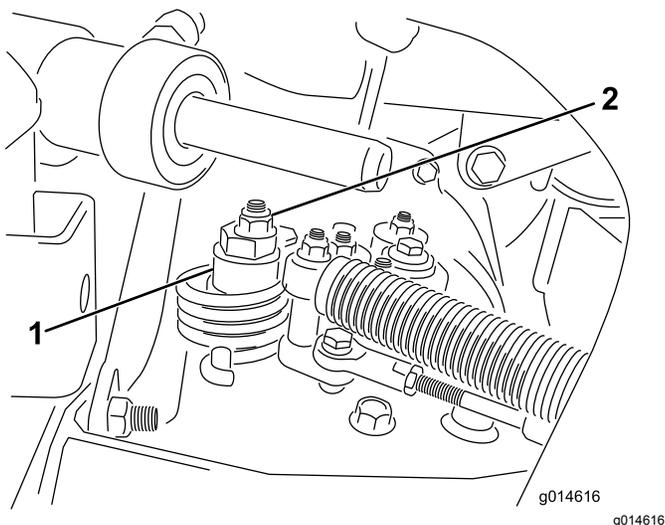

図 31
- A. 偏芯ナットをハイドロスタット上部に止めているナットをゆるめる 図 31。
- C. どちらにも車輪が回らないように偏芯ナットを回して調整する。調整ができれば固定ナットを締める 図 31。スロットル SLOW および FAST 位置で調整が正しいことを確認する。